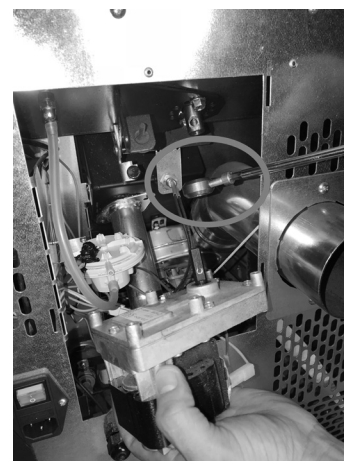

Fig. 38 - Usuwanie motoreduktora
- Wykręcić śrubę blokującą motoreduktor i usunąć go (patrz **Fig. 38**).